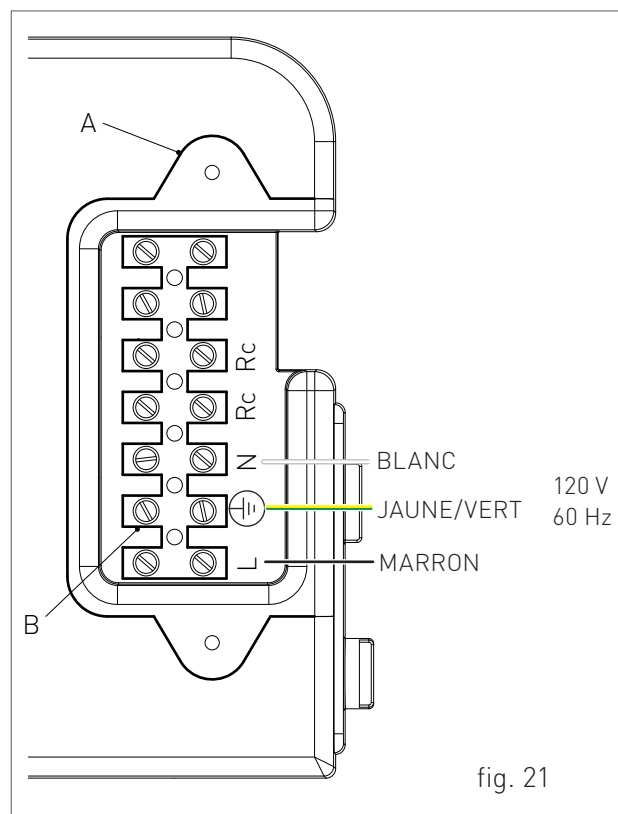

fig. 21
- › desserrer les deux vis et enlever la plaque "A" (voir fig. 21).
- › après avoir enlevé la plaque, brancher les câbles électriques à la borne "B" (voir fig. 21) :